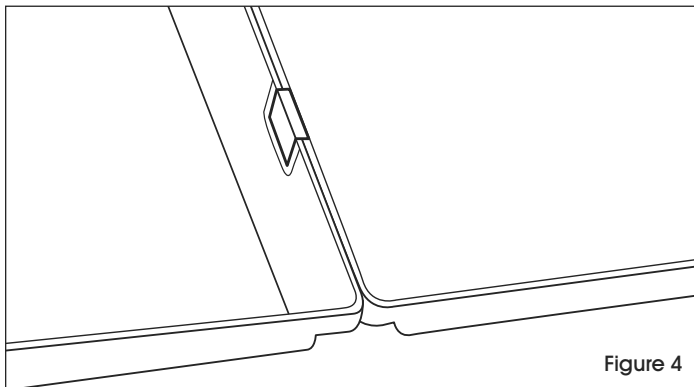

Figure 4
4. Ensure the connector is flush with the top edge of the workstations. (See Figure 4)
4. Assurez-vous que le dessus du raccord arrive de niveau avec le rebord supérieur des stations de travail. (Voir Figure 4)